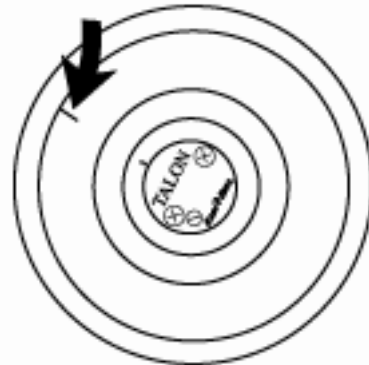

Fig.1
- 1 - Bei allen Talon Teilkreismodellen ist der LINKE Anschlag fixiert. Die Markierung zeigt, wo sich der linke Anschlag befindet. (Bild 1)